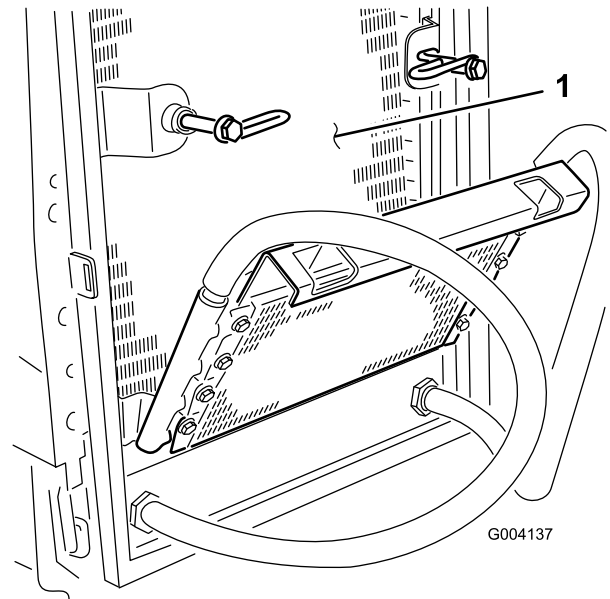

Bild 72
6. Reinigen Sie beide Seiten des Ölkühlers und des Kühlers gründlich mit Druckluft (Bild 72).